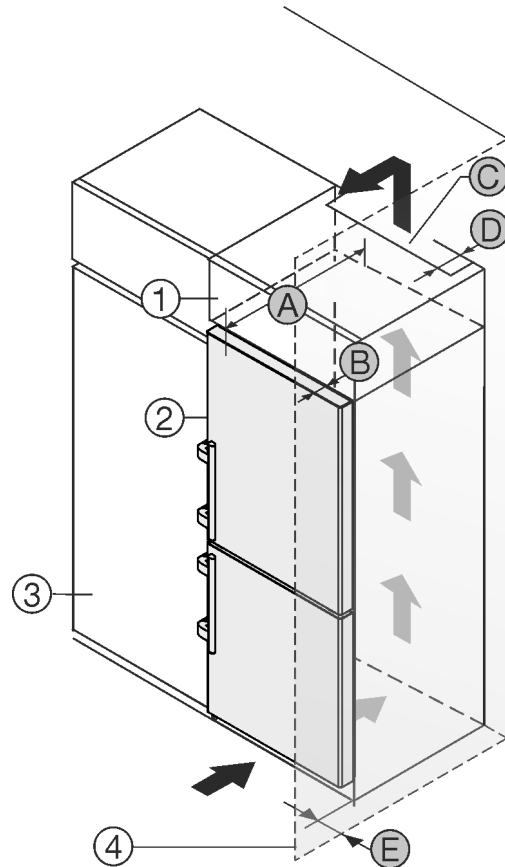

Fig. 2
- (1) Opbouwkast*
- (2) Apparaat*
- (3) Keukenkast*
- (4) Wand*
- (A) Diepte apparaat*
- (B) Diepte deur*
- (C) Ventilatiedoorsnede*
- (D) Afstand achterzijde apparaat*
- (E) Afstand tot apparaatzijde*
U kunt het apparaat direct naast de keukenkast Fig. 2 (3) opstellen.*
Aan de achterzijde van de opzetkast moet een luchtafvoerkanaal met de diepte Fig. 2 (D) over de volledige breedte van de opzetkast aanwezig zijn.*
Onder het plafond moet de ventilatiedoorsnede Fig. 2 (C) worden aangehouden.*
Als u het apparaat met de scharnieren naast een wand Fig. 2 (4) plaatst, moet de afstand tussen het apparaat en de wand minimaal 57 mm bedragen. Dit komt overeen met de uitsteekmaat van de handgreep bij geopende deur.*
Om de deuren volledig te kunnen openen, moet het apparaat overeenkomstig de deurdiepte Fig. 2 (B) ten opzichte van het keukenkastfront uitsteken. Afhankelijk van de diepte van de keukenkasten Fig. 2 (3) en het gebruik van de wandafstandshouders kan het apparaat verder uitsteken.*